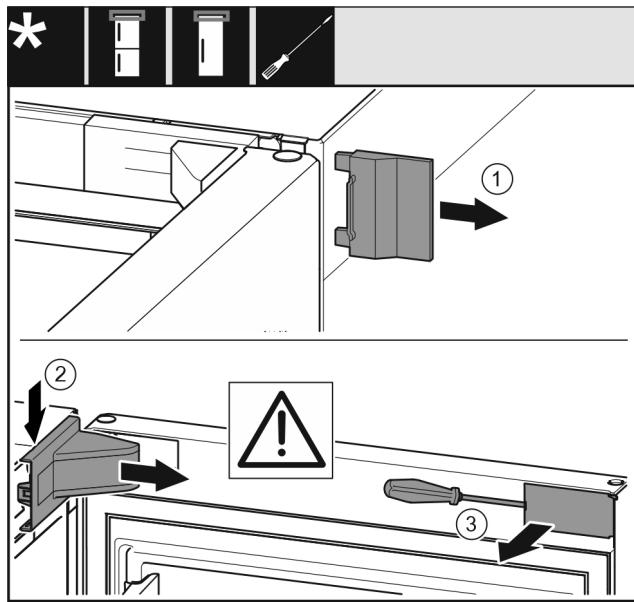

Fig. 12 \*
- ▶ 取下外盖 Fig. 12 (1)。\*
- ▶ 拆卸并取下托架盖 Fig. 12 (2)。\*
- ▶ 使用带槽螺丝刀松开隔板 Fig. 12 (3)并把它转到一边。\*